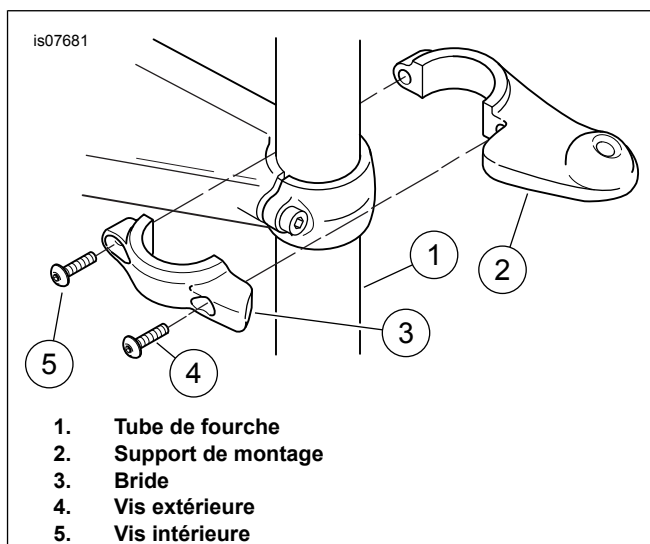

Figure 1. Installer le support de montage sur le tube de fourche (côté droit illustré)
1. Voir Figure 1. Installer le support de montage de droite (2) sur le tube de fourche (1) à l'aide du collier de serrage de droite (3) et de deux vis à tête creuse hexagonale (4, 5). Serrer la vis extérieure (4) à un couple de 8–9 N·m (70–80 in-lbs). Serrer la vis intérieure (5) à un couple de 8–9 N·m (70–80 in-lbs).